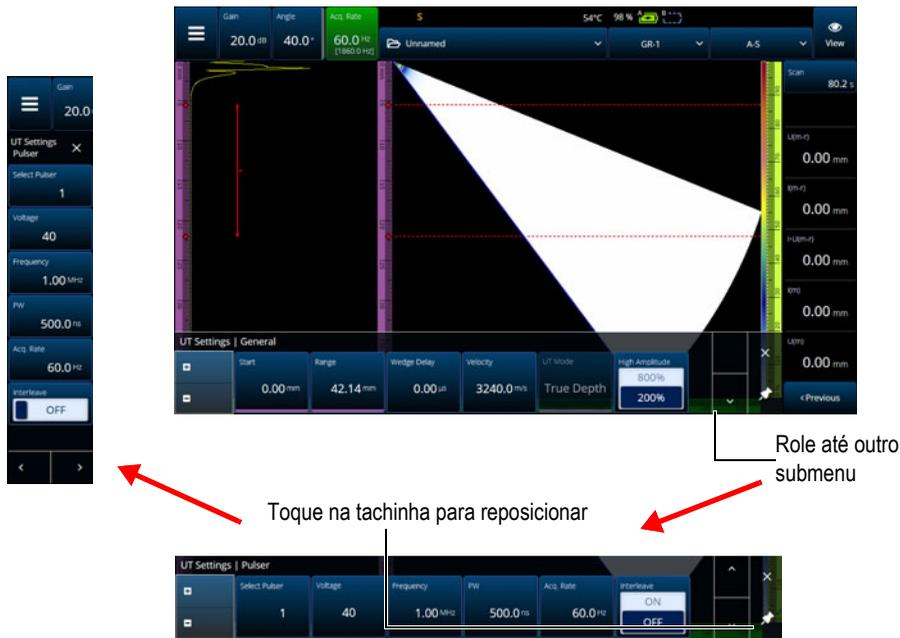

Figura 2-3 Role e reposicione um submenu de parâmetro
O menu aparece temporariamente na horizontal sobre a área da tela de dados, com as seleções de submenu à direita. Quando selecionado, o submenu de parâmetros aparece sobre a tela de dados. É possível rolar para outro submenu usando os botões de seta (▲ ▼). O submenu pode ser ocultado tocando o botão fechar (X) ou pode ser fixado (📌) ao lado da tela (Figura 2-3 na página 32).